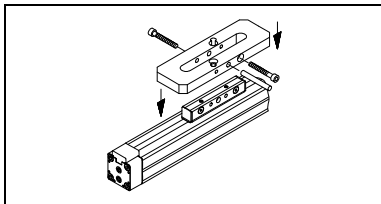

Fig. 35/Bild 35
- cursore esterno di trascinamento dell'attuatore precedente (vedere fig. 35)
- medbringaren från den förra drivningen (se bild 35)